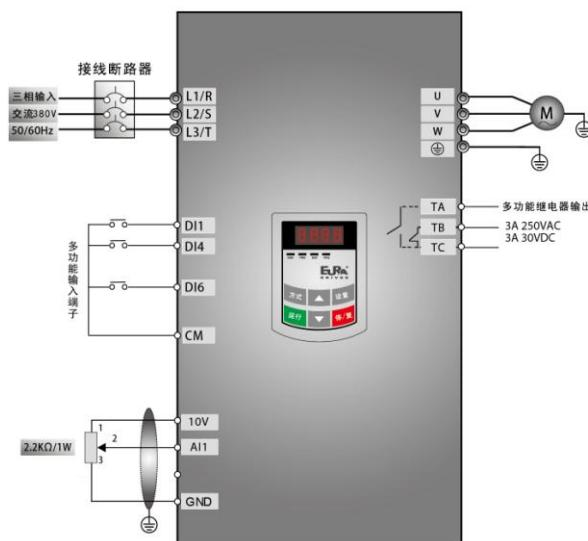

图 5-8 接线图 3
- (1)按图 5-8 配线，检查接线正确后，合上空气开关，变频器上电。注意：外部模拟信号设定电位器可选择 2K~5K 电位器。对于精度要求高的场合请选用精密多圈电位器，接线使用屏蔽线，屏蔽层近端可靠接地。